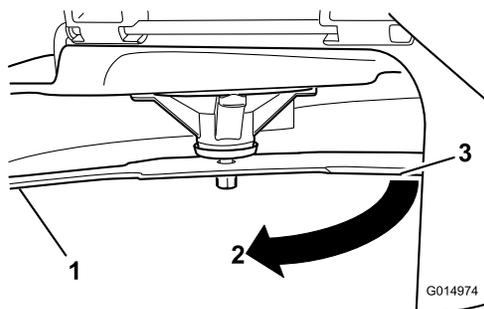

Рисунок 59
3. Второе измеренное расстояние между ножом и поверхностью (B)
4. Поверните тот же нож на 180 градусов, чтобы теперь его противоположная режущая кромка была в том же положении (Рисунок 59).